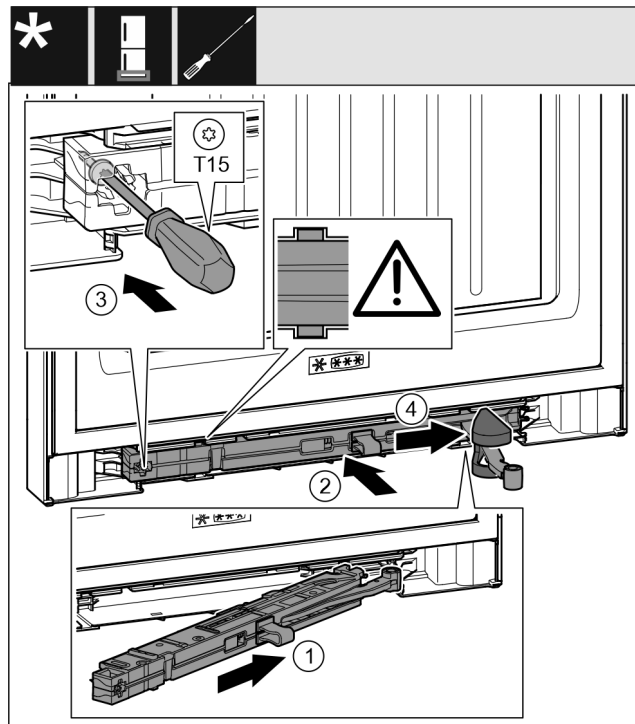

Fig. 68
- Schließdämpfereinheit Fig. 68 (1) auf der Lagerbockseite bis zum Anschlag schräg in die Aussparung einschieben.
- Schließdämpfereinheit Fig. 68 (2) vollständig in Aussparung schieben.
- Schraube Fig. 68 (3) mit einem Schraubendreher festschrauben.
- Abdeckung Fig. 68 (4) über Gelenk schieben.